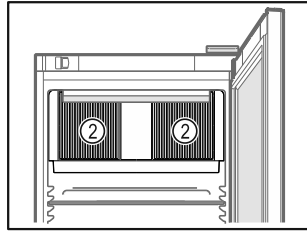

Fig. 63
- Oslobodite ventilacijske proreze Fig. 63 (2) za ventilator optočinog zraka u unutrašnjosti.